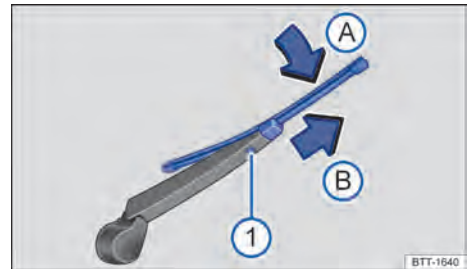

Abb. 171 Am Fahrzeugheck: Scheibenwischerblatt der Heckscheibe auswechseln.
① Entriegelungstaste.
3. Entriegelungstaste gedrückt halten → Abb. 171 ①.
4. Scheibenwischerblatt in Richtung Scheibenwischerarm kippen → Abb. 171 ② und gleichzeitig in Pfeilrichtung abziehen ③. Dazu kann ein erhöhter Kraftaufwand notwendig sein.
5. Neues Scheibenwischerblatt gleicher Länge und Ausführung auf den Scheibenwischerarm entgegen der Pfeilrichtung schieben → Abb. 171 ④, bis es einrastet. Dabei muss sich das Scheibenwischerblatt in abgeklappter Position befinden ⑤.